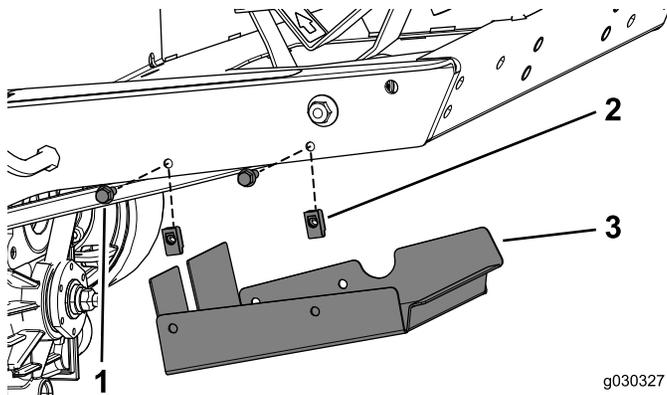

Bild 7
3. Befestigen Sie die Pedalabdeckung vorübergehend mit zwei Schrauben (5/16" x 3/4") und zwei Klemmmuttern in den zwei Löchern, die Sie im letzten Schritt gebohrt haben (**Bild 7**).